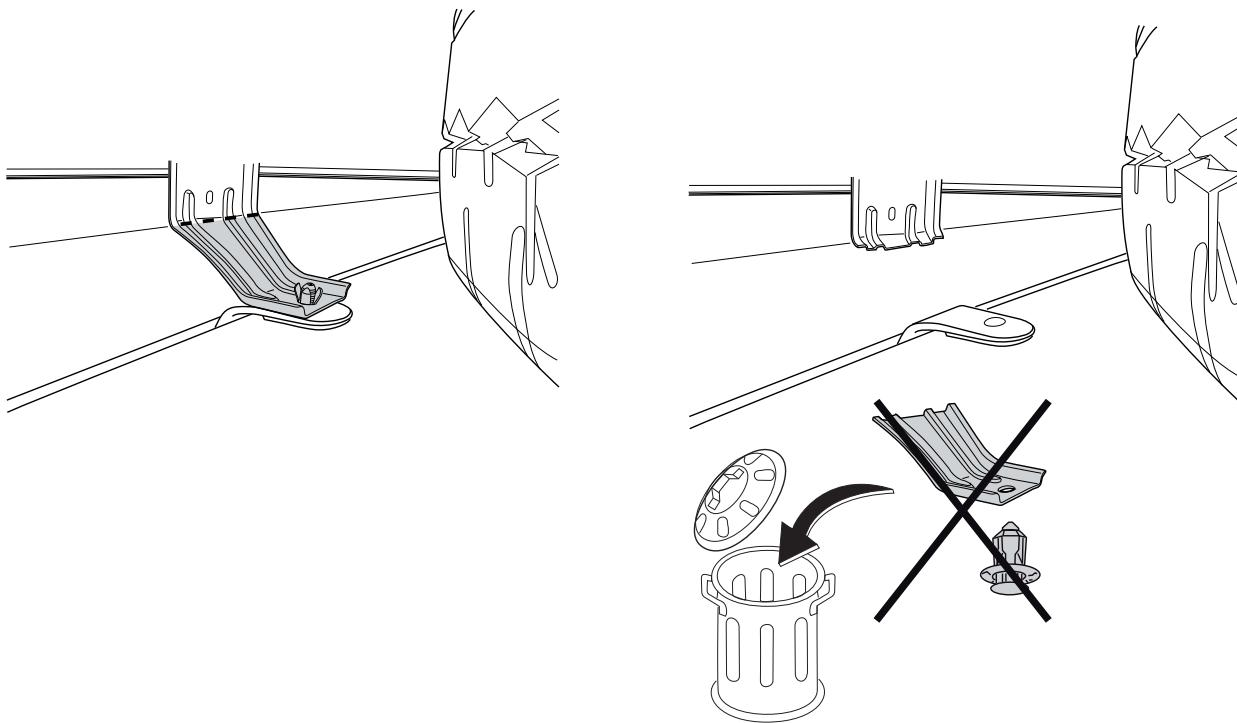

Fig.1
5. Выпилить обозначенную часть, как указано на рис. 1.